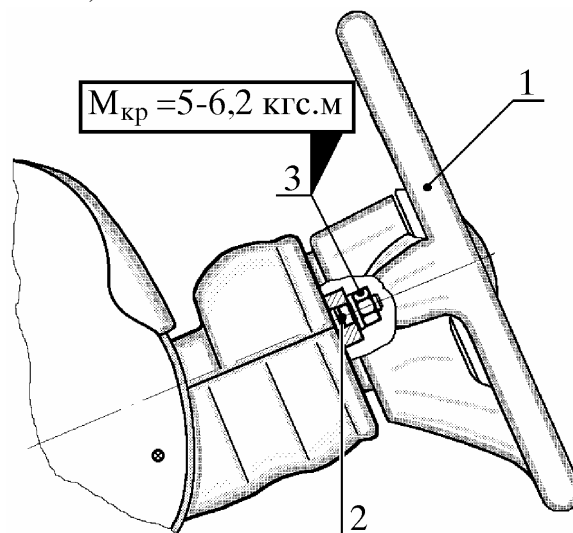

Рис. 20. Установка рулевого колеса:
5.10. Установить колесо 1 (рис. 20) рулевого управления в последовательности, обратной снятию по п. 4.7, при этом руководствоваться следующими техническими требованиями: